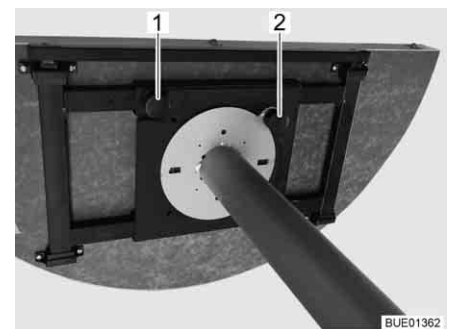

Fig. 97 Mesa fija (vista de abajo)
- Aflojar el tornillo moleteado (Fig. 97,1).
- Levantar el botón de ajuste (Fig. 97,2).